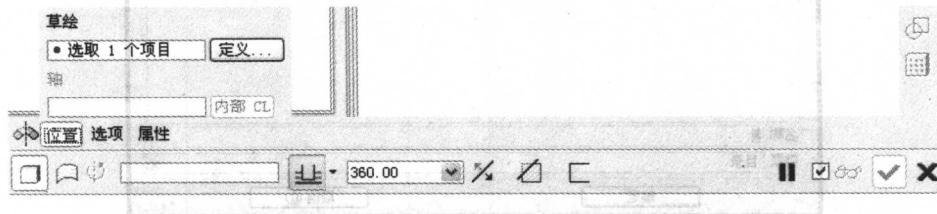

图 1-7 旋转操控板
3) 进入旋转操控板上的“位置”上滑面板，如图 1-7 所示，单击“定义”按钮，弹出“草绘”对话框。